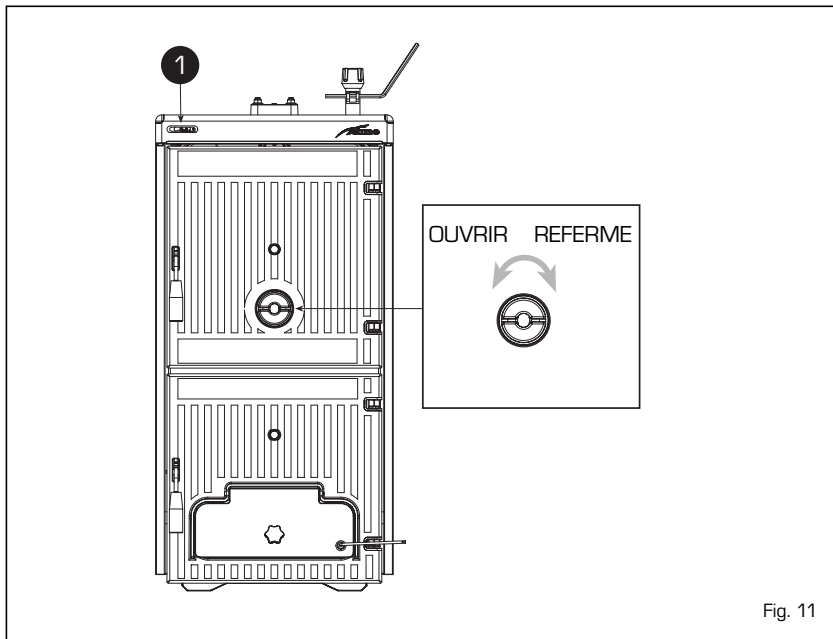

Fig. 11
5.2 THERMOMÈTRE CHAUDIÈRE (fig. 11)
5.3 RÉGULATION D'AIR (fig. 11)